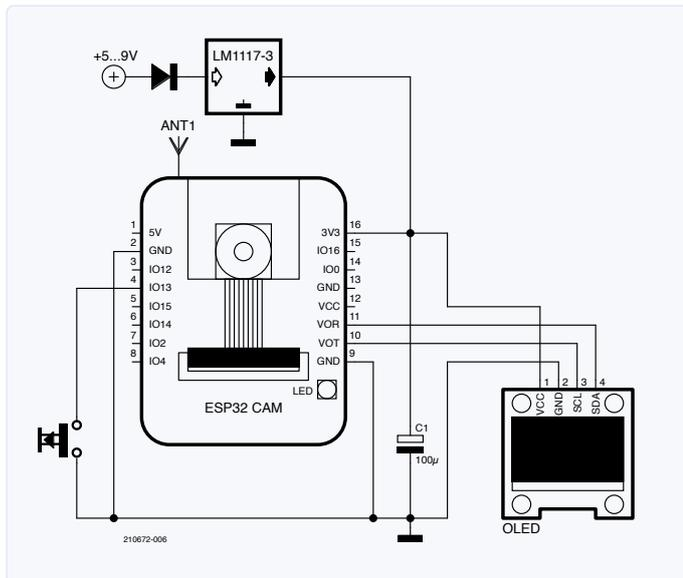

Bild 1. Fügen Sie der ESP32-Cam ein OLED-Display für zusätzlichen Komfort hinzu.
**Bild 1** zeigt, wie man das OLED-Display an das ESP32-Cam-Board anschließt. Neben dem Anschluss der SD-Karte und der Kamera sind nur noch sehr wenige GPIO-Pins für uns verfügbar: IO1, IO3, IO4, IO12 und IO13 (siehe Kasten **Elektor Labs Notes**). IO1 (UoT) und IO3 (UoR) werden auch als serielle Schnittstelle zum Hochladen des Programms auf den ESP32 im Flash-Programmiermodus verwendet. Daher müssen diese Pins beim Hochladen von Programmen völlig frei von jeglicher Beschaltung sein.